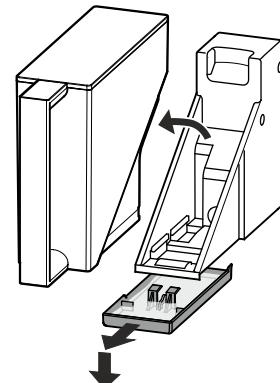

Figura 26
- Vaciado de la bandeja colectora de agua: Extraiga el depósito de agua. Desencaje con cuidado la bandeja tirando hacia arriba y, después, extrágala tirando hacia abajo **Figura 26**.